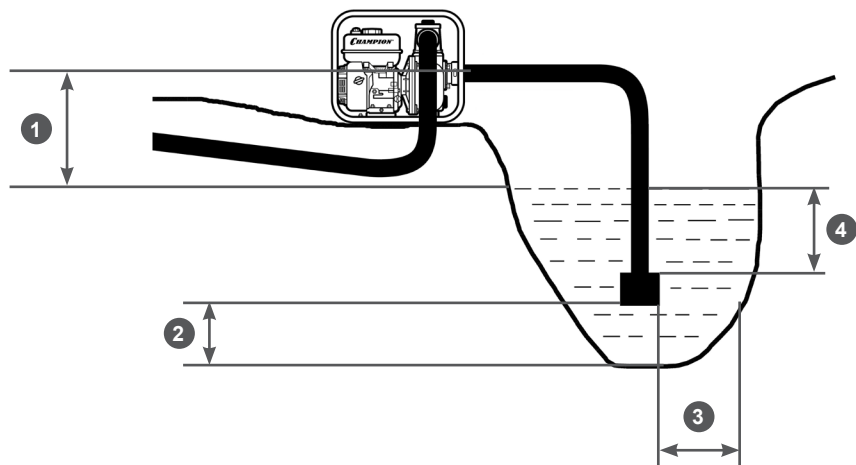

Рис. 14. Расположение мотопомпы и всасывающего фильтра
1. Установите мотопомпу вблизи водоема (емкости) на твердую ровную горизонтальную поверхность, опустите всасывающий рукав с установленным фильтром в водоем (емкость), обеспечив вертикальное положение фильтра. При расположении всасывающего рукава с установленным фильтром соблюдайте все требования, указанные на Рис. 14.
2. Установите мотопомпу как можно ближе к источнику воды. Чем меньше высота расположения мотопомпы по отношению к уровню забора воды (Рис. 14 п. 1), тем быстрее происходит
Не превышайте высоту расположения мотопомпы по отношению к уровню забора воды (Рис. 14 п. 1).
4. В процессе откачивания воды из водоема (емкости) уровень воды в водоеме будет естественным образом понижаться. Если требуемые расстояния (Рис. 14 п. 2, 3, 4) между всасывающим фильтром и стенками и дном водоема не соблюдаются, откачивание воды следует прекратить.